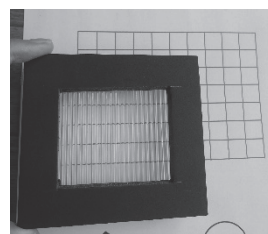

図1
- (1) プレートに6cm×7cmの四角い穴をあけます。
- (2) 四角く穴を開けたプレート（図1）に、穴をおおように細い亚克力棒を並べます。
- (3) 両面テープとセロハンテープを使って亚克力棒を固定します。
- (4) 印刷された赤青格子模様（一柵1.3cm）の上で、プレートを回転させてみましょう。図1のように、青い線が消えたり、両方消えたり、赤い線が現れたりします。